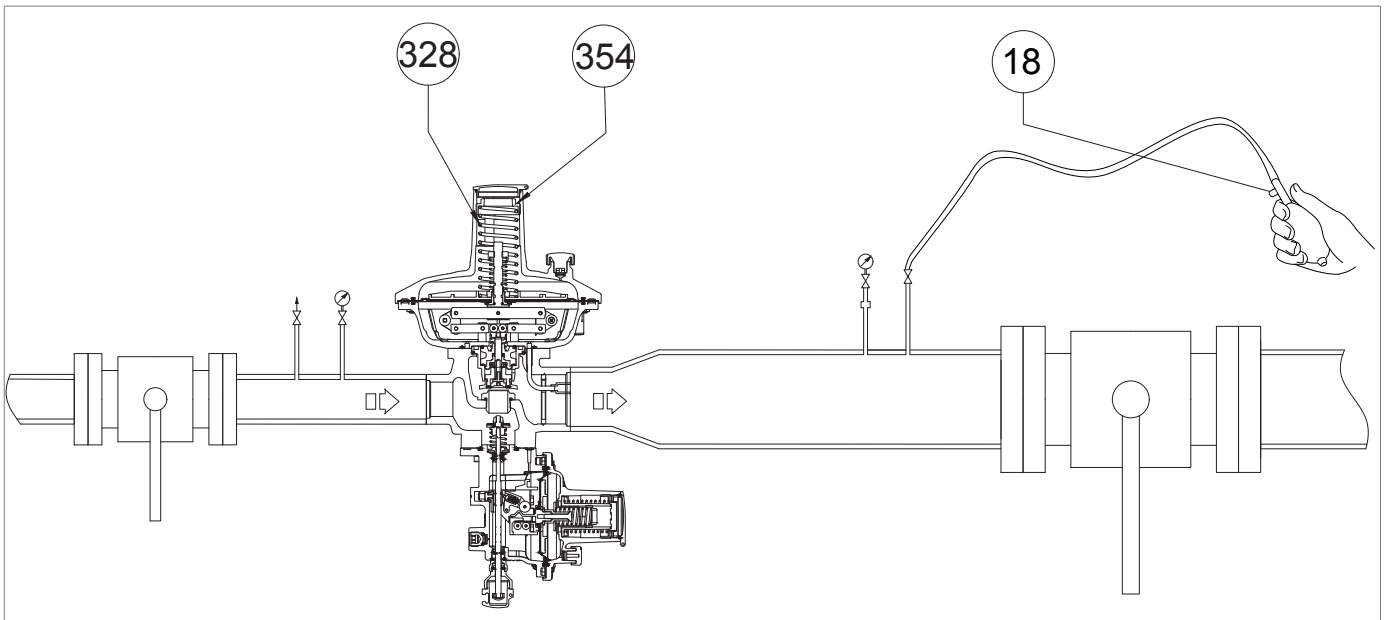
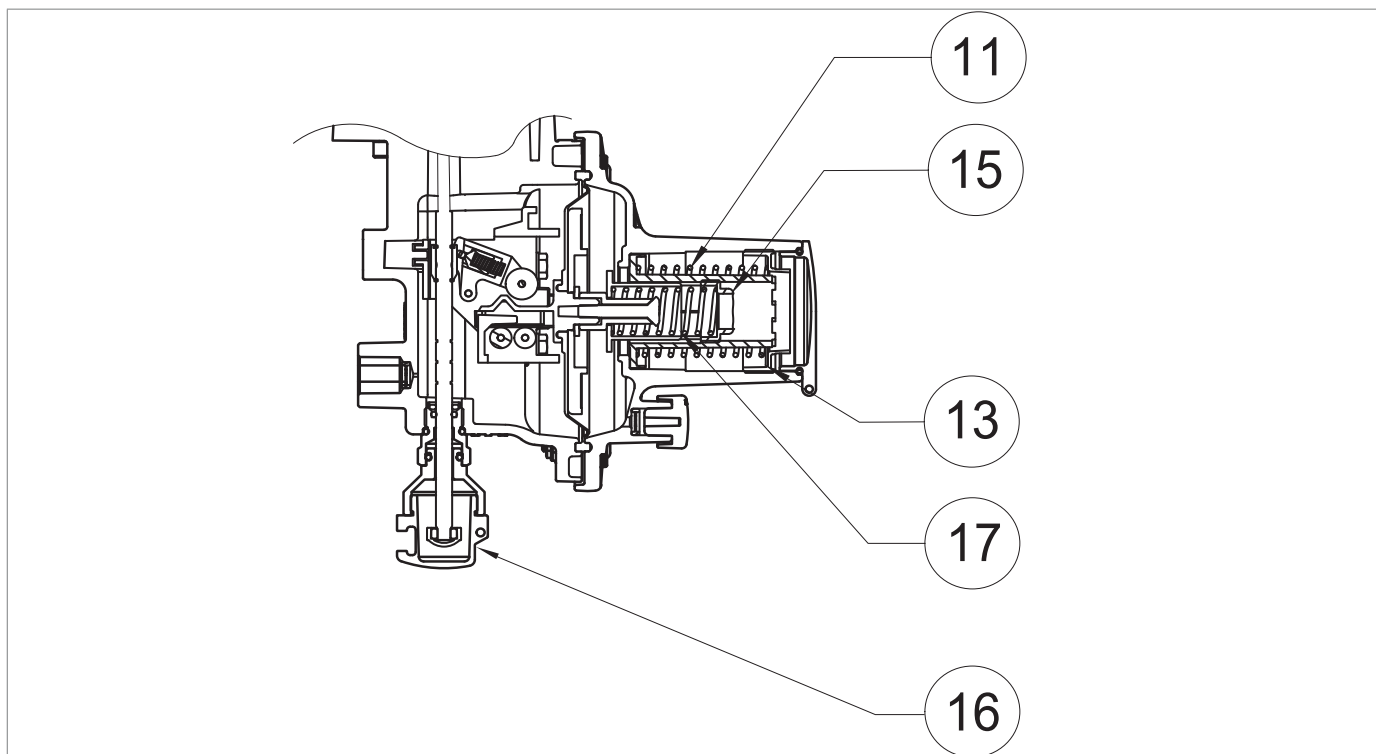
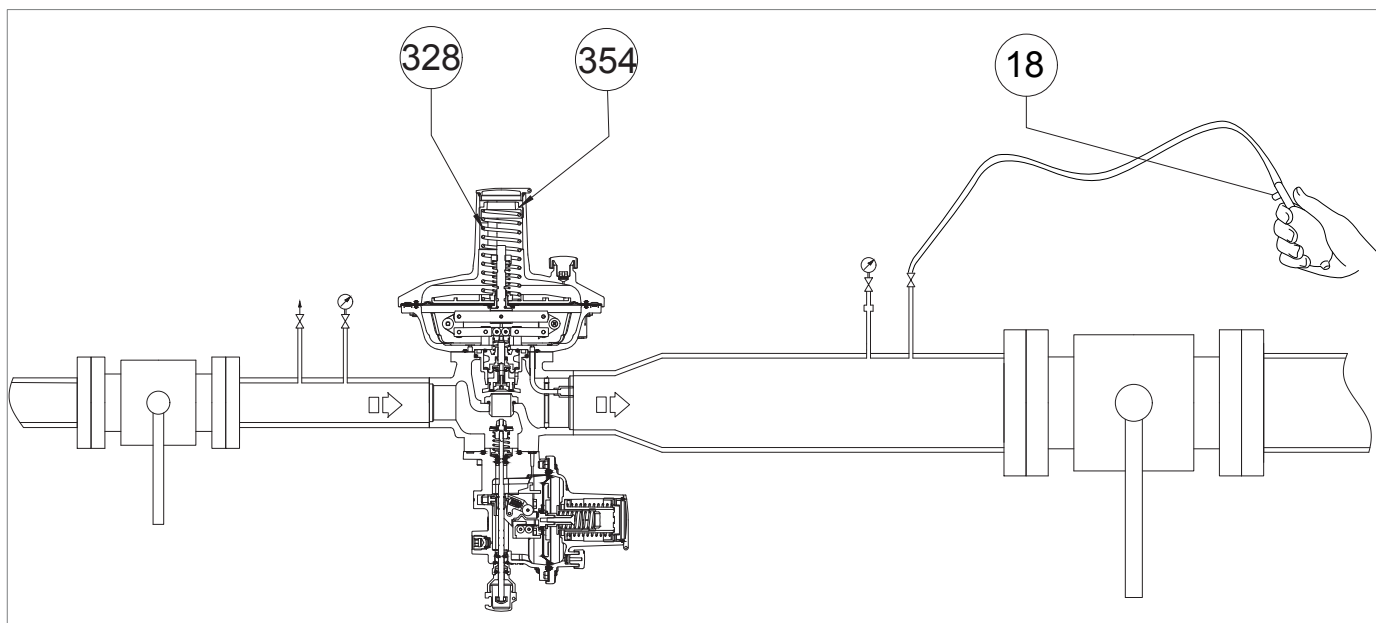

Fig. 8.22. Pressurizzazione con fonte esterna per valvola di blocco incorporata LA
Fig. 8.20. Taratura del pressostato per valvola di blocco LA
Fig. 8.21. Pressurizzazione con fonte esterna per valvola di blocco incorporata LA
<p>Aumentare la pressione di valle fino al valore di intervento della valvola di blocco, collegando una fonte di pressione esterna al rubinetto di scarico (Fig. 8.20, rif. 6) posto sulla tubazione di valle, assicurandosi di aprire un rubinetto di scarico aggiuntivo (Fig. 8.22, rif. 18).</p>
1	<div style="border: 1px solid blue; padding: 5px; margin-bottom: 5px;">  AVVISO! </div> <p>Controllare la pressione facendo riferimento al manometro di valle (Fig. 8.20, rif. 5). Se la valvola di blocco:</p> <ul style="list-style-type: none"> • interviene prima del valore di pressione previsto: avvitare (senso orario) la ghiera di regolazione (13) così da comprimere maggiormente la molla (11); • non interviene al valore di pressione previsto: svitare (senso antiorario) la ghiera di regolazione (13), così da scaricare la molla (11).
2	Diminuire la pressione del tratto di valle aprendo il rubinetto di scarico aggiuntivo (Fig. 8.22, rif. 18) per portarla fino al valore di taratura del regolatore principale.
3	Chiudere il rubinetto di scarico aggiuntivo (Fig. 8.22, rif. 18).
6	Scollegare la fonte di pressione esterna dal rubinetto di scarico (Fig. 8.20, rif. 6).
1	Aprire parzialmente il rubinetto di scarico (Fig. 8.20, rif. 6) in atmosfera e tenerlo aperto per le fasi successive.
2	Ruotare in senso antiorario la ghiera di regolazione (Fig. 8.20, rif. 3) del regolatore per diminuire la pressione di valle (Pd) fino alla pressione minima richiesta per l'intervento della valvola di blocco.
3	Se necessario, rimuovere il tappo di chiusura (Fig. 8.22, rif. 354) unitamente alla ghiera di regolazione e rimuovere la molla di regolazione (Fig. 8.22, rif. 328). AVVISO! Controllare il valore della pressione di intervento della valvola di blocco indicato dal manometro di valle (Fig. 8.20, rif. 5).
4	Se la valvola di blocco: <ul style="list-style-type: none"> • interviene prima del valore di pressione previsto: svitare (senso antiorario) la ghiera di regolazione (Fig. 8.21, rif. 15) così da scaricare la molla (Fig. 8.21, rif. 17); • non interviene al valore di pressione previsto: avvitare (senso orario) la ghiera di regolazione (Fig. 8.21, rif. 15), così da comprimere maggiormente la molla (Fig. 8.21, rif. 17).
5	Dopo aver verificato che la valvola di blocco intervenga al valore prefissato, agire come segue: <ol style="list-style-type: none"> 1. Chiudere il rubinetto di sfiato (Fig. 8.20, rif. 6) 2. Posizionare la molla di regolazione (fig. 8.21, rif. 328), il tappo di chiusura (Fig. 8.22, rif. 354), la ghiera di regolazione (Fig. 8.20, rif. 3) 3. Aprire lentamente la valvola di intercettazione di monte (V1) fino a che il valore della pressione di valle (Pd) raggiunga il valore di taratura del regolatore, facendo riferimento al manometro di valle (Fig. 8.20 rif. 5) 4. Chiudere la valvola di intercettazione di monte (V1) 5. Aprire lentamente e parzialmente il rubinetto di sfiato (Fig. 8.20, rif. 6) per diminuire la pressione di valle facendo riferimento al manometro di valle (Fig. 8.20, rif. 5) fino al raggiungimento del valore di intervento per minima pressione 6. Verificare la corretta taratura della molla di minima ripetendo i passi 2-3-4 almeno tre volte 7. Eseguire taratura del regolatore principale facendo riferimento al paragrafo "8.5 - Procedura di messa in servizio del regolatore"
6	Aprire la valvola di blocco agendo sul pomello di riarmo (Fig. 8.21, rif. 16) e mantenerlo in apertura manualmente.
7	Ruotare in senso orario la ghiera di regolazione (Fig. 8.20, rif. 3) per aumentare la pressione di valle fino al valore di taratura del regolatore.
9	Chiudere il rubinetto di scarico (Fig. 8.20, rif. 6).